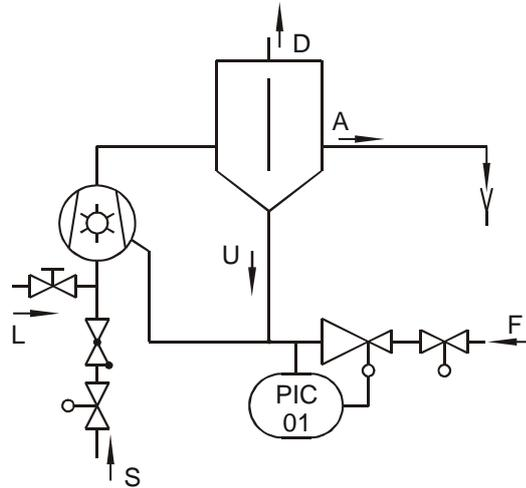

Abb. 10 Offene Umlaufkühlung
- ▶ Druck in der Betriebsflüssigkeitsleitung auf max. 0,2 bar Überdruck einstellen (→ Schema Abb. 10, 11, 12).